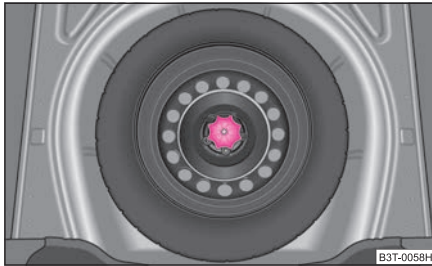

Abb. 201 Gepäckraum:
Das Reserverad liegt in einer Mulde unter dem Bodenbelag des Gepäckraums und ist mit einer Spezialschraube befestigt ⇒ Abb. 201.
- Verstauen und befestigen Sie mit der Spezialschraube das ausgewechselte Rad in der Reserveradmulde ⇒ Seite 237, Abb. 201.